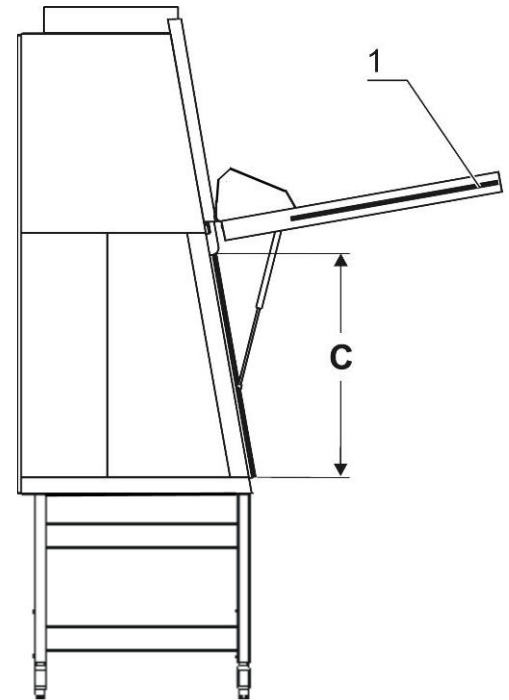

Abb. 6a
**Abb. 6a:** Die manuelle zu öffnende Frontklappe [1] ermöglicht den Zugang über die komplette Probenraumbreite mit einer Öffnungshöhe **C**. Sie wird in der Regel zur Dekontamination und zur Einrichtung großvolumiger Hilfsmittel geöffnet.